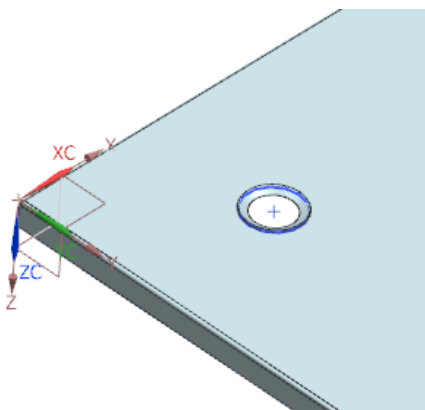

图 11-186 创建实体冲压特征
(3) 选择“类型”为“凸模”。选择钣金件的上表面为目标面，选择拉伸体为工具体，选择拉伸体底面为冲裁面。
(4) 单击  按钮，创建实体冲压特征，如图 11-186 所示。